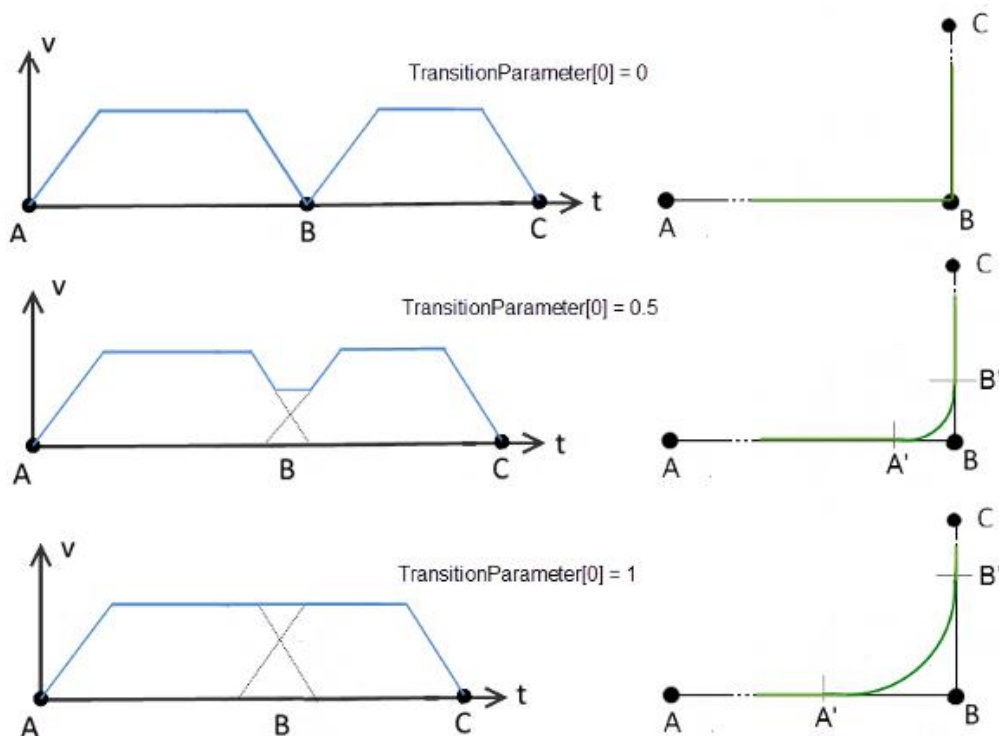

图 7.1 拐角过渡模式
1) 基于速度参数的拐角模式, 拐角路径由图 7.1 中的“A”点和“B”点组成。